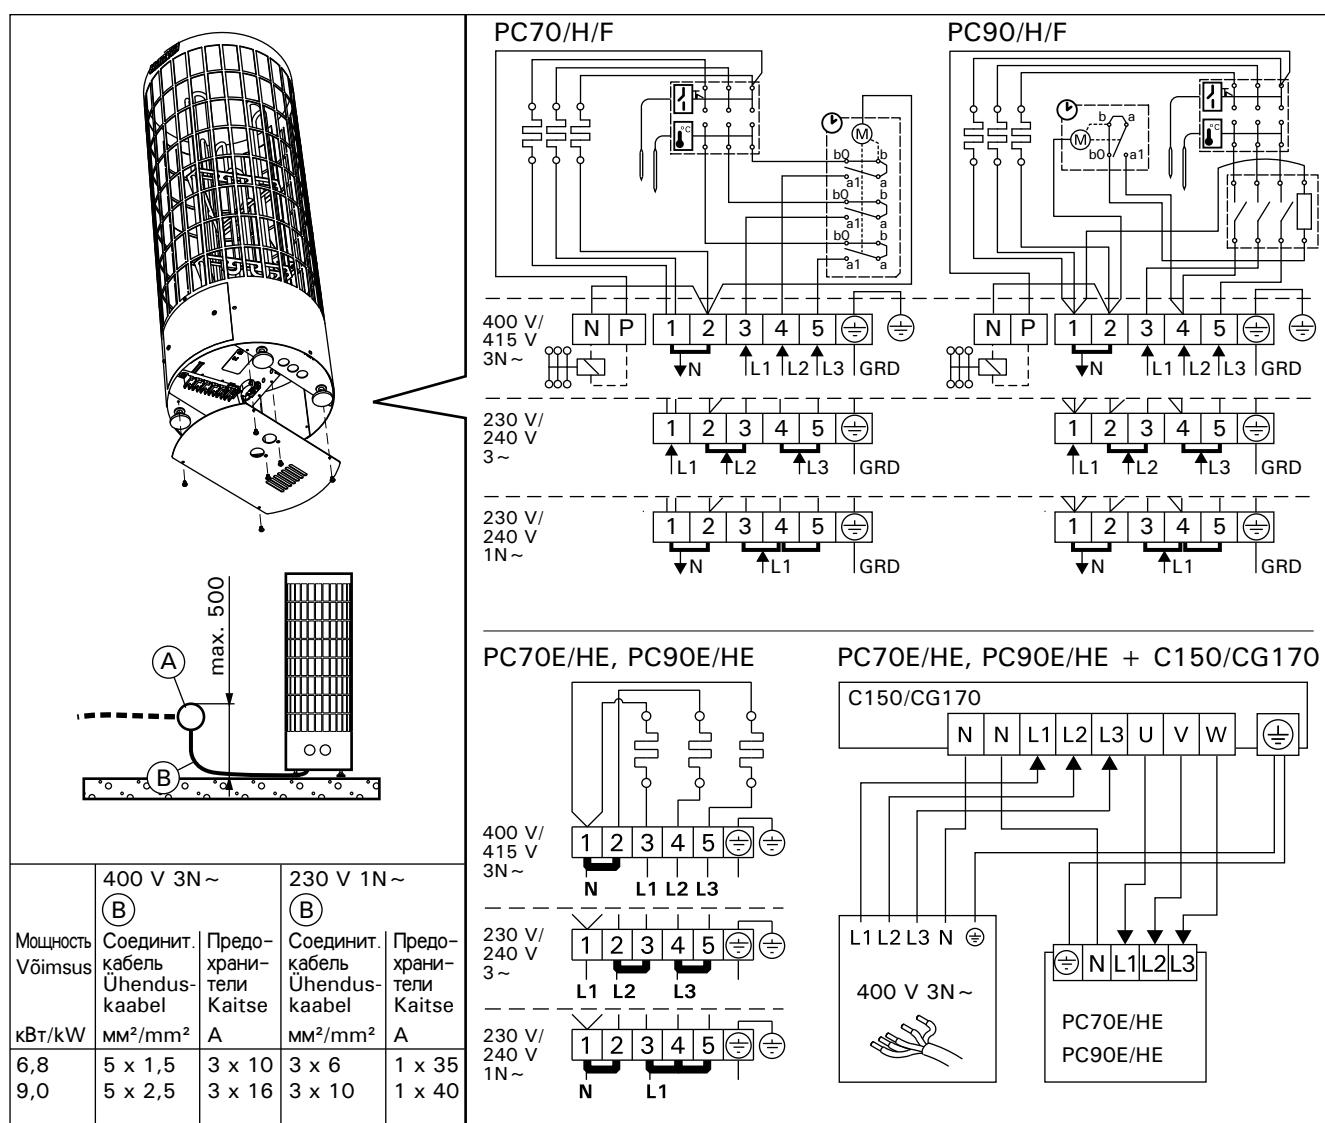

Рисунок 7. Электромонтаж
- Каменка гибким проводом подсоединяется к соединительной коробке (рис. 7: А) на стене сауны. Соединительная коробка должна быть брызгозащищенной и находиться на расстоянии не более 500 мм от пола.
- В качестве кабеля (рис. 7: В) следует использовать резиновый кабель типа HO7RN-F или подобный.
- Кроме клемм питания каменки PC-/H-/F оснащены также клеммой (P), которая делает возможным управление электрическим нагревом (рис. 7). Управляющее напряжение передается от каменки, когда она включена. Кабель управления электронагревом подводят прямо к соединительной коробке каменки и дальше с помощью резинового кабеля, равного по сечению соединительному кабелю, к клеммнику.